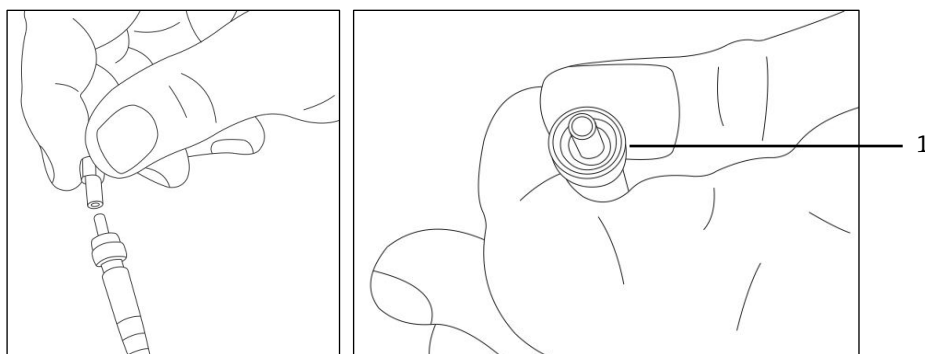

Abbildung 91. Neue Sauerstoffsonde mit der faseroptischen Spitze (1) vorbereiten
1. Vorsichtig den Schutzbolzen vom Ende der Sonde entfernen (Analysatorseite); dabei darauf achten, die optische Faserspitze nicht zu berühren. Siehe Abbildung 91.
3. Sondenspitze in den SMA-Anschluss einführen und Anschlussmutter festziehen. Siehe Abbildung 91.